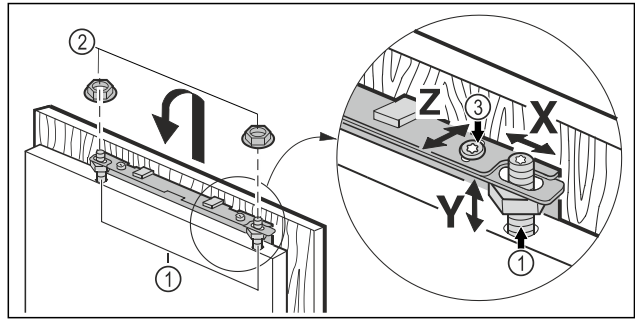

Fig. 46
- ▶ Juster møbeldøren på justeringsboltene Fig. 46 (1) og skru kontramutterne Fig. 46 (2) løst på justeringsboltene.
- ▶ Juster møbeldøren i høyden  $Y$  og i sideveis helling: Bruk en skrutrekker til å stille inn justeringsbolten Fig. 46 (1).
- ▶ Trekk til kontramutterne Fig. 46 (3).